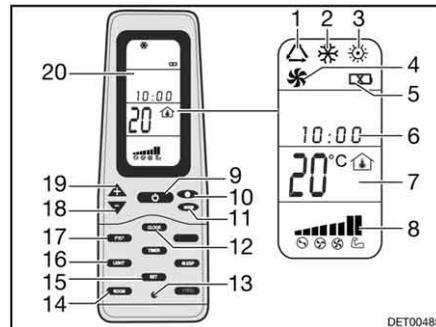

Bild 133 Fernbedienung
- Die Taste ON/OFF (Bild 133,9) drücken.
- Die Taste "Mode" (Bild 133,11) so oft drücken, bis die gewünschte Betriebsart (Bild 133,1, 2, 3 oder 4) auf dem Display (Bild 133,20) angezeigt wird.
- Mit den Tasten "+" (Bild 133,19) und "-" (Bild 133,18) die gewünschte Temperatur einstellen.
- Mit der Taste Lüftergeschwindigkeit (Bild 133,10) die gewünschte Lüfterstufe wählen.